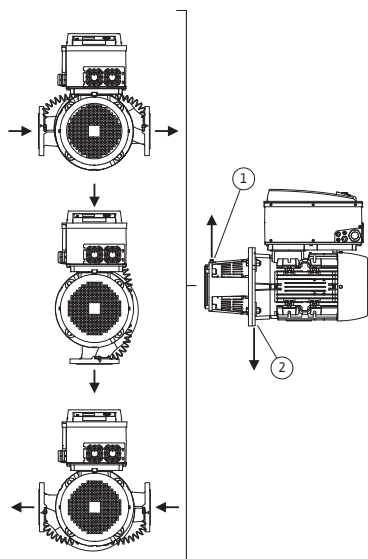
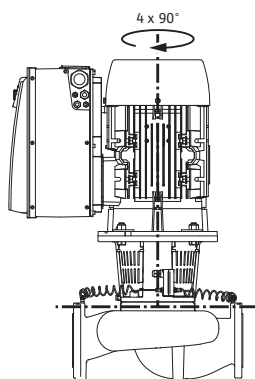

Fig. 18: Tillåtna monteringslägen med horisontell motoraxel
Fig. 19: Tillåtna monteringslägen med vertikal motoraxel
De tillåtna monteringslägena med horisontell motoraxel och elektronikmodul uppåt (0°) visas i fig. 18. De tillåtna monteringslägena med sidmonterad elektronikmodul ($\pm 90^\circ$) syns ej på bild. Alla monteringslägen utom "elektronikmodul nedåt" (-180°) är tillåtna. Avluftning av pumpen garanteras endast om avluftningsventilen pekar uppåt (fig. 18, pos. 1).
Endast i denna position (0°) kan det kondensat som bildas föras bort via ett tillgängligt borrhål, pumplanterna samt motor (Fig. 18, pos. 2). Ta härtill bort proppen på motorflänsen.
De tillåtna monteringslägena med vertikal motoraxel visas i fig. 19. Alla monteringspositioner utom "motorn nedåt" är tillåtna.
- Avluftningsventilen på lanternan (fig. 6, pos. 1.31) måste alltid vara riktad uppåt vid en horisontell motoraxel (fig. 6). Vid en vertikal motoraxel är alla riktningar tillåtna. Se även Fig. 18: "Tillåtna monteringslägen med horisontell motoraxel" på sidan 17 resp. Fig. 19: "Tillåtna monteringslägen med vertikal motoraxel" på sidan 17.